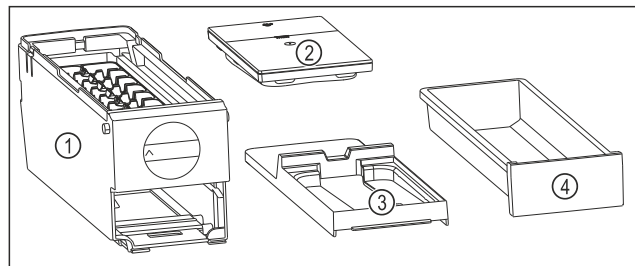

Fig. 98 Części dla EasyTwist-Ice
- ▷ EasyTwist-Ice jest rozłożony na cztery części. (patrz Fig. 98)
- ▶ Należy demontować EasyTwist-Ice wyłącznie na przedstawione części. (patrz Fig. 98)
- ▶ Czyścić korpus EasyTwist-Ice Fig. 98 (1) w całości.